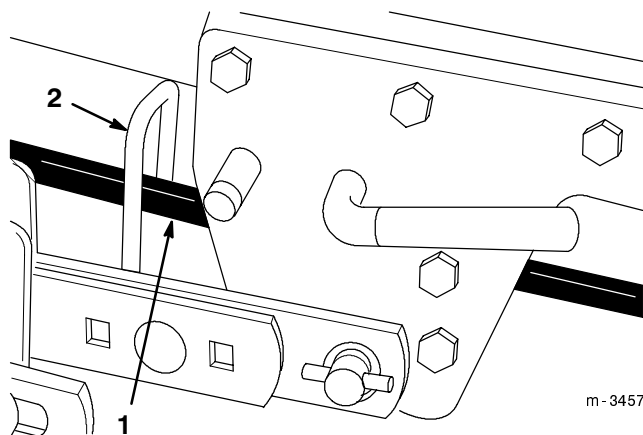

Figure 9
1. Passer la courroie au-dessus de l'unité de coupe, puis vers l'avant dans le guide-courroie (Fig. 9) du plateau.